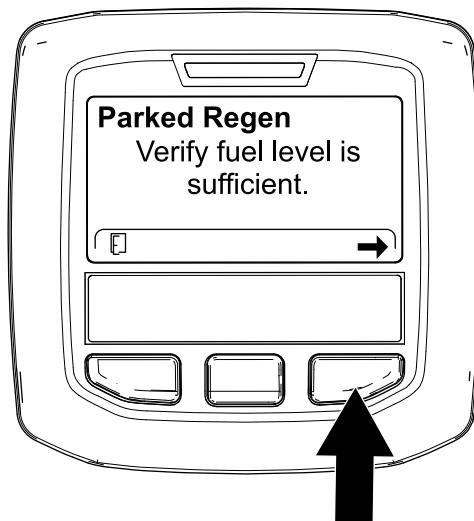

Figura 45
2. Nella schermata VERIFY FUEL LEVEL verificate che, se state eseguendo una rigenerazione parcheggiata, il serbatoio sia pieno di carburante per 1/4 della sua capacità e, se state eseguendo una rigenerazione di recupero, sia pieno di carburante per la metà della sua capacità, quindi premete il pulsante destro per continuare (Figura 45).